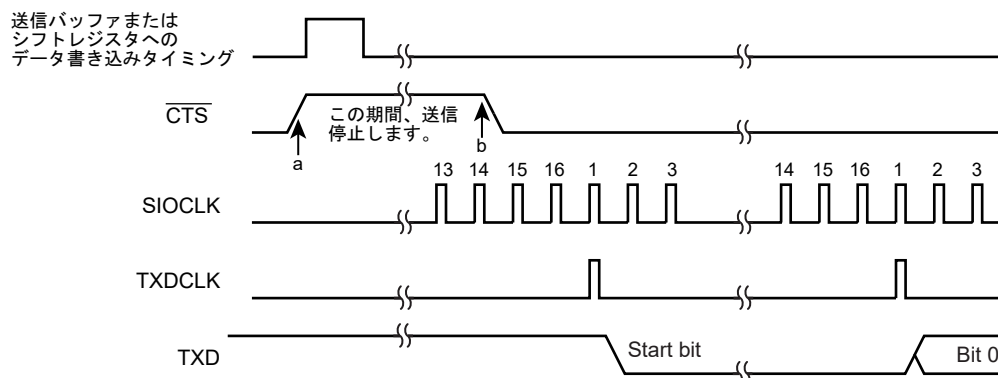

図 9-9  $\overline{\text{CTS}}$  信号のタイミング
- 注 1) 送信中に  $\overline{\text{CTS}}$  信号を立ち上げた場合、送信終了後に停止します。(図 9-9 "a")
注 2)  $\overline{\text{CTS}}$  信号立下り後の最初の TXDCLK クロックから送信を開始します。(図 9-9 "b")